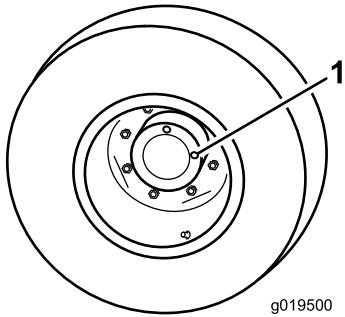

Figure 90
2. Tournez la roue de sorte qu'un bouchon de contrôle (Figure 90) soit à la position 12 heures et l'autre à la position 3 heures.
1. Bouchon de contrôle/vidange (2)
3. Retirez le bouchon qui est à la position 3 heures (Figure 90).